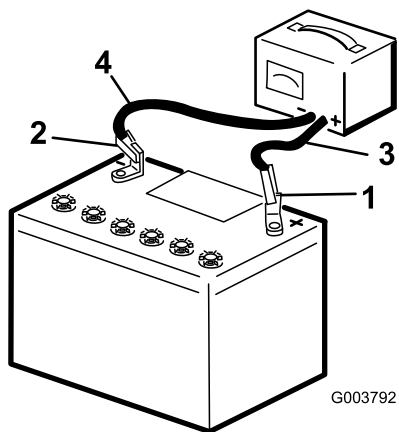

Figure 5
3. Connectez un chargeur à la batterie (Figure 5) et chargez la batterie au régime de 6 à 10 ampères pendant une heure au minimum. Ne chargez pas la batterie excessivement.
4. Quand la batterie est chargée au maximum, débranchez le chargeur de la prise, puis débranchez les fils du chargeur des bornes de la batterie (Figure 5).